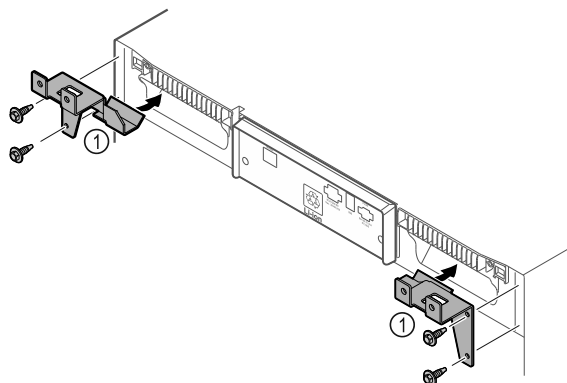

Fig. 9
- Montare i componenti di tenuta Fig. 9 (1) con viti autofilettanti sul dispositivo.